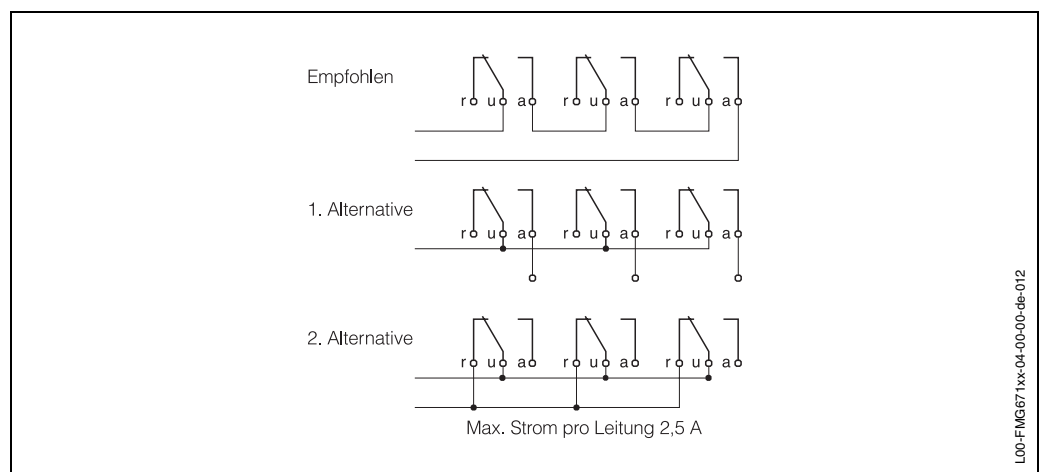

Abb. 2.15 Vorschläge für den Anschluß von Stör- und Grenzwertrelais
- Störmelde- und Grenzwertrelais können gemäß Abb. 2.15 angeschaltet werden